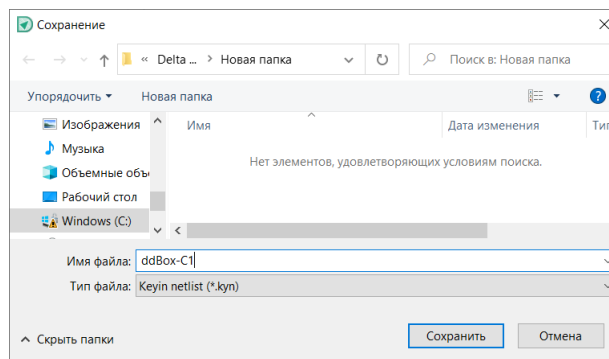

Рис. 76 Выбор директории для сохранения файла
- В окне проводника введите имя экспортируемого файла и выберите директорию для его сохранения, Рис. 76.